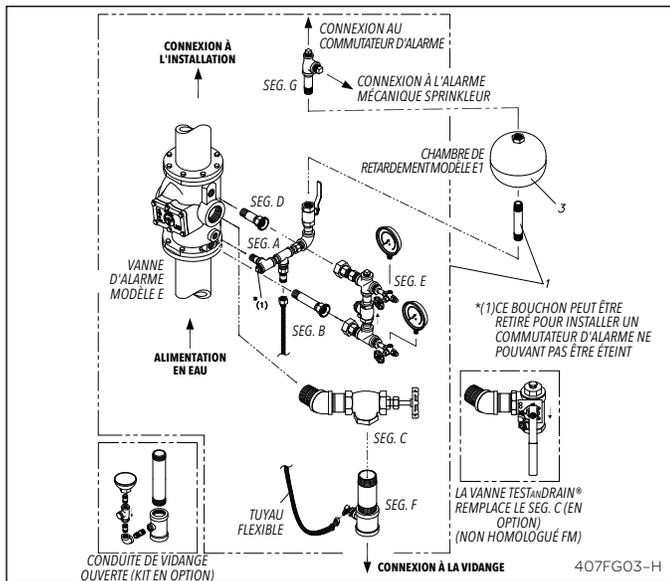
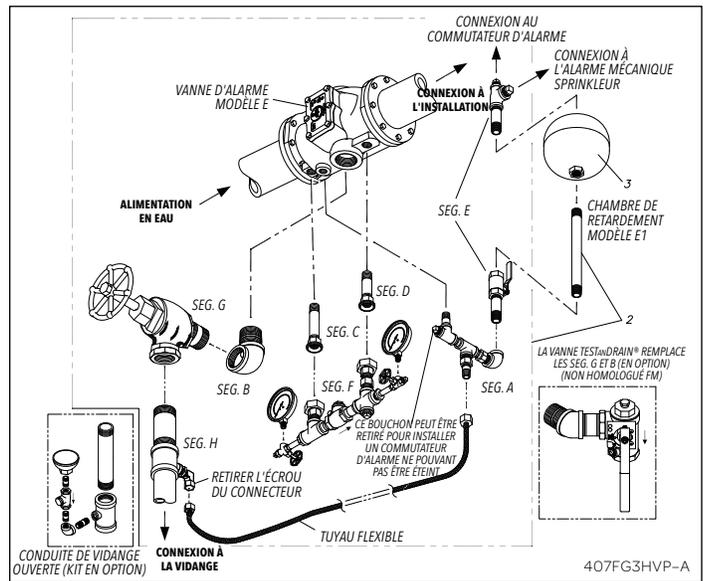

Fig. 3 – Installation verticale avec pression variable
Fig. 5 – Installation horizontale avec pression variable
Remarque : Un segment du kit de vidange de conduite ouverte est disponible en option et peut être commandé séparément, en remplacement des segments F (Fig. 3) et H (Fig. 5).
• **Installation horizontale (Figures 5, 6 et 8)**
Procéder suivant une séquence similaire à celle donnée ci-dessus pour l'installation verticale en se reportant aux illustrations des figures 5 et 6.
Le mouvement du clapet (4) sur l'axe de charnière (8) découvre la rainure du siège (3) et permet à l'eau de s'écouler dans la rainure pour atteindre la sortie de la conduite d'alarme et la conduite d'alarme, Figure 5.
Pression variable (Fig. 3 et 5)